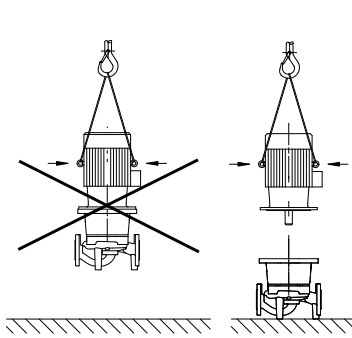

Fig. 7: Mootori transportimine
- Mootori transpordiaasad on mõeldud ainult mootori, mitte kogu pumba transportimiseks (Fig. 7).